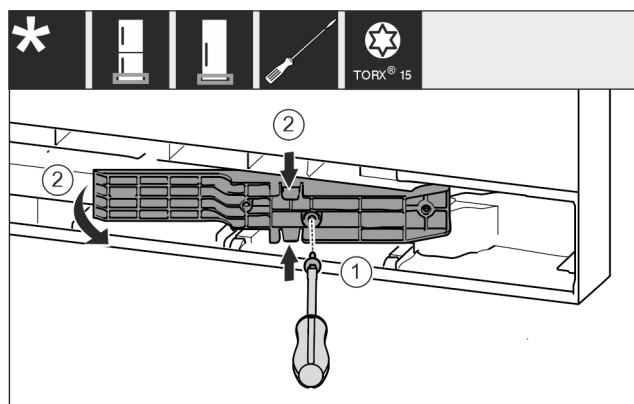

Fig. 16 \*
- Schrauben mit Schraubendreher T15 lösen. Fig. 16 (1)\*
- Adapterstück herausziehen. Fig. 16 (2)\*